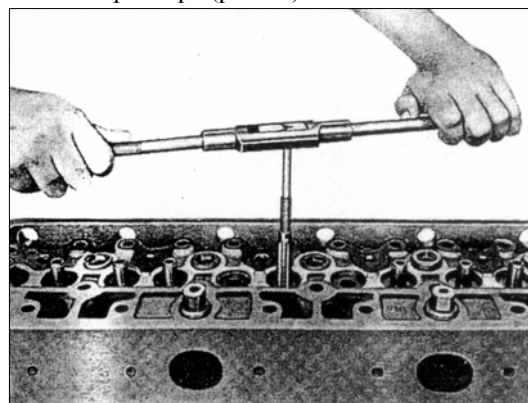

РИС. 89
- 3) Проверьте посадочное отверстие под втулку в головке блока цилиндров и, если необходимо, разверните отверстие с помощью комплекта развёрток до следующего ремонтного размера (рис.89).